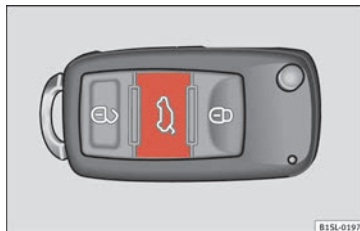

Fig. 106 En la llave del vehículo: botón para desbloquear y abrir el portón trasero.
- Pulse el botón de la llave del vehículo » **fig. 106** durante aproximadamente un segundo para desbloquear el portón trasero.